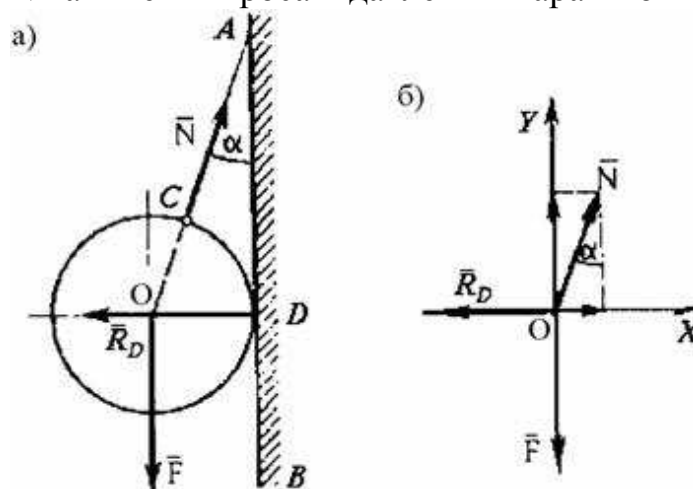

Рисунок 2 - а) Исходная схема, б) Расчетная схема
К вертикальной стене АВ на тросе АС подвешен шар с центром О (Рис. 2, а) и весом $F = 120 \text{ Н}$. Трос составляет со стеной угол $\alpha = 30^\circ$. Определить реакции N натяжения троса и давления шара в точке D стены АВ.
3. Выбираем систему координат, приняв точку О за начало координат, перенесем в эту точку силы F, N и R_D параллельно самим себе и спроецируем силы на оси X и Y (рис. 2, б).